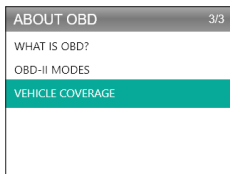

図 9.1.2
2. [OBD について] を選択し（図 9.1.2 を参照）、[OK] を押します。OBD とは何かを含む 3 つの選択肢が表示されます。（一般的な OBD 情報、OBDII モード、車両カバレッジ、サポートするモデルなど）。